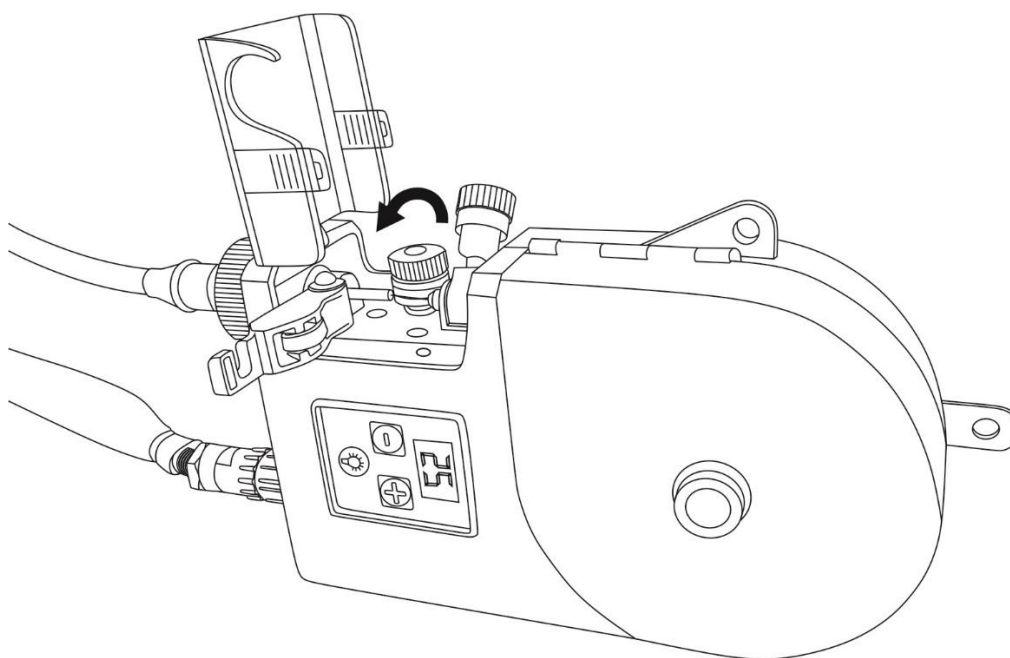

Рис. 7.9. Проверка подающего ролика.
2. Открутите прижимную гайку механизма подачи присадочной проволоки. Убедитесь в правильном выборе канавки (См. рис. 7.9). Внешний вид ролика показан на рисунке 7.10.